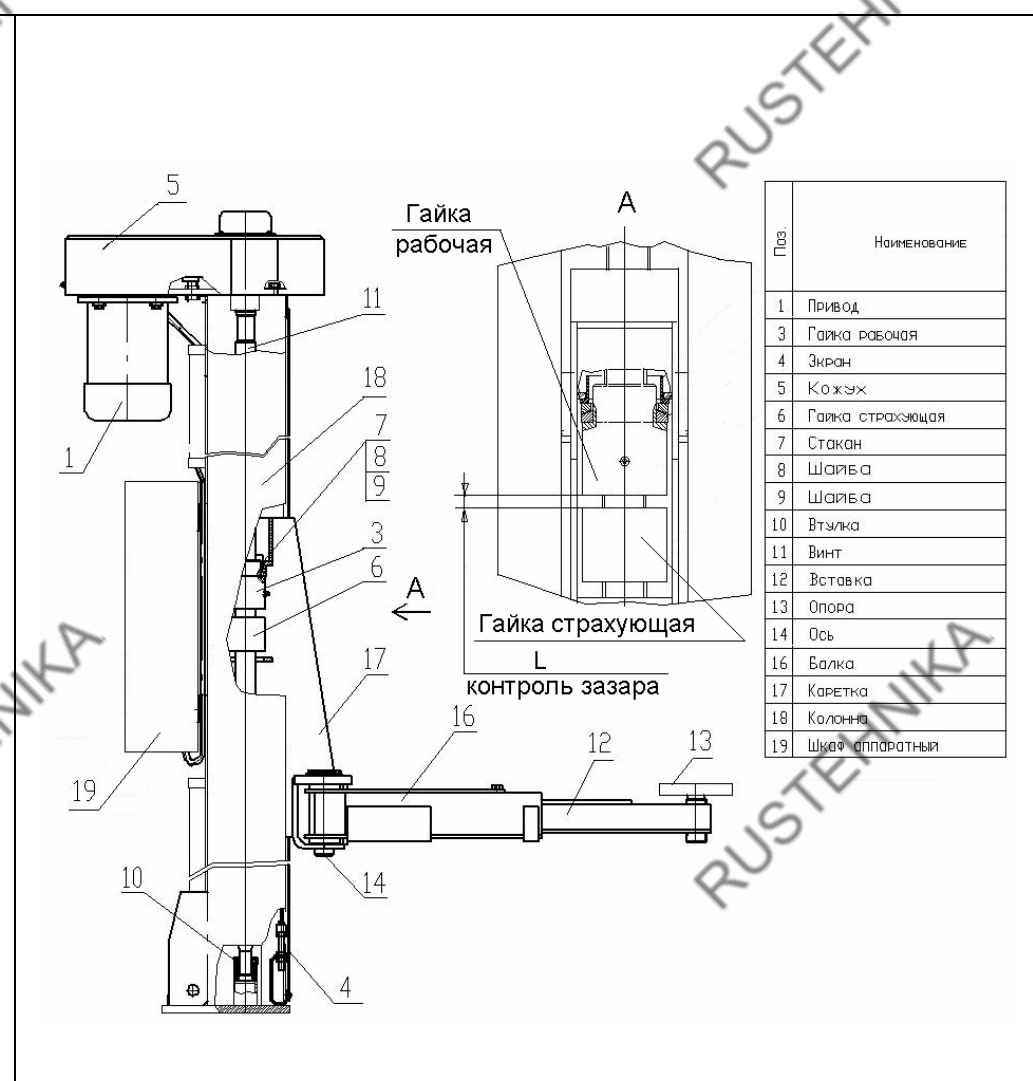

Рис. 3. Стойка подъемника ПР-5, ПР-5-01
4.3. Основные узлы и детали, входящие в состав стоек, приведены на Рис.3.